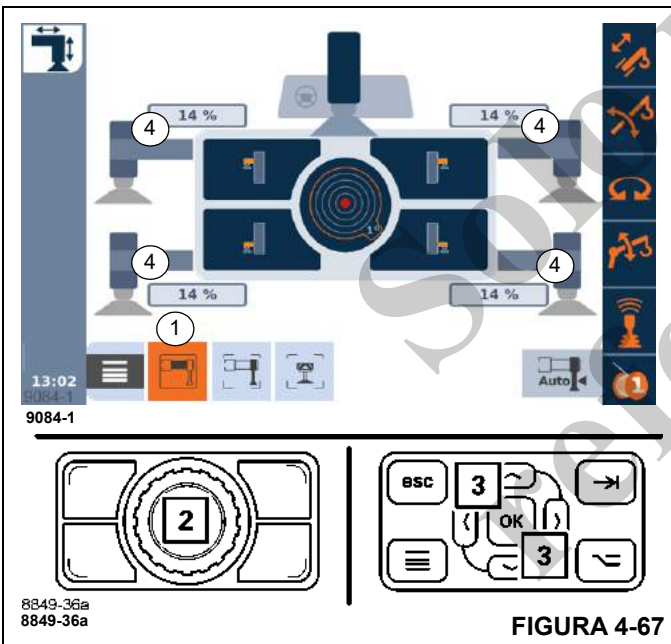

FIGURA 4-67
Dependiendo del equipo del camión grúa, la separación entre estabilizadores (Figura 4-67) se muestra en metros, pies o porcentaje (%).
- Seleccione y confirme el símbolo (1), (Figura 4-67).
- Use los botones (2), (Figura 4-67), o (3), (Figura 4-67), para seleccionar la separación entre estabilizadores.
- Pulse el botón de extender/retraer para colocar los estabilizadores en la posición deseada (4), (Figura 4-67).